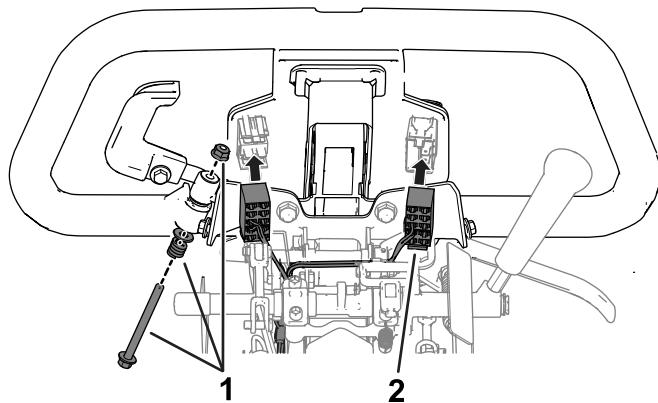

图 8
2. 将任何线束连接件安装到手柄连接件图 8。
3. 安装在 卸下手柄 \(页码 2\)中的步骤 2 卸下的五金件将油门臂固定到手柄上图 8。